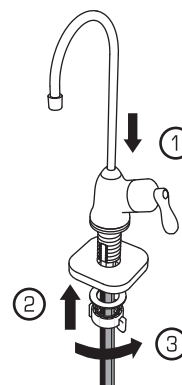

Рис. 25
3. Удерживая резиновую прокладку на корпусе крана, опустите трубки и кран в отверстие на раковине или столешнице. ① Воспользуйтесь помощью для удержания крана на месте, достаньте до крана под столешницей и наденьте металлическую шайбу и гайку барашек на резьбу крана ②. Установите кран в желаемом положении и затяните гайку-барашек, чтобы зафиксировать кран на месте ③ (рис. 25).